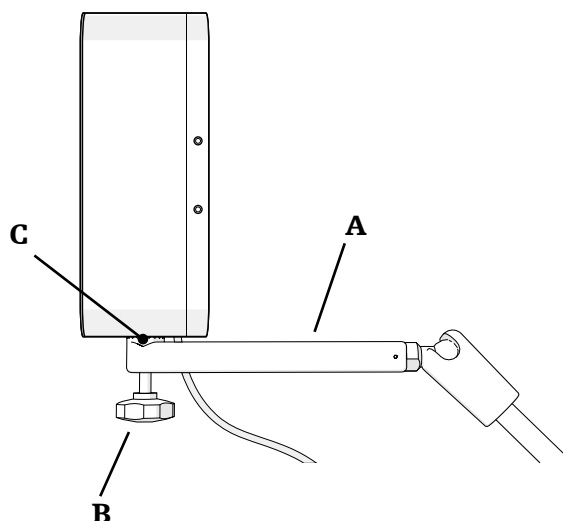

Abbildung 1 – Positionierung des Feldgenerators auf dem Feldgenerator-Montagearm (seitliche Ansicht)
2. Positionieren Sie den Feldgenerator-Gelenkarm so, dass die Zähne (Abbildung 1, C) nach oben zeigen und der obere Teil des Gelenkarms des Feldgenerator-Montagearms (Abbildung 1, A) parallel zum Operationstisch liegt.
3. Setzen Sie den Feldgenerator bündig auf die Zähne des Feldgenerator-Montagearms (Abbildung 1, C).
4. Fixieren Sie den Feldgenerator von oben mit einer Hand, stecken Sie die Sterngriffschraube (Abbildung 1, B) gerade in das Gewinde des Feldgenerators und ziehen Sie die Sterngriffschraube mit der anderen Hand von unten fest.
1. Positionieren Sie den Feldgenerator-Montagearm so, dass der obere Teil des Gelenkarms parallel zum Operationstisch liegt und die Sterngriffschraube des Feldgenerator-Montagearms nach unten zeigt. Siehe Abbildung 1.